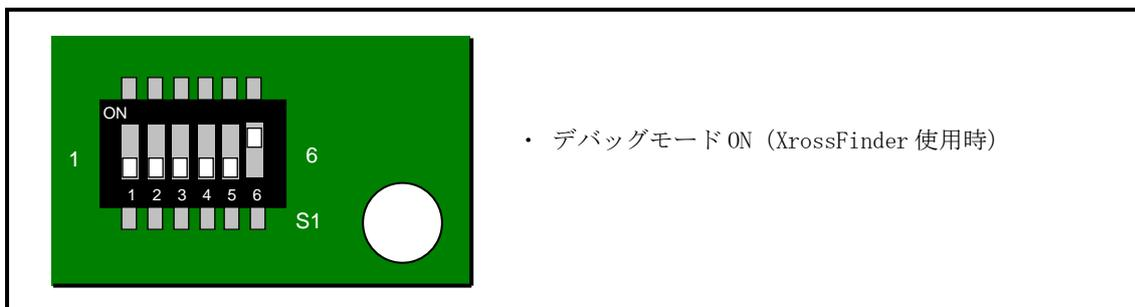

Fig 1.2-1 デバッグモード ON
(2) RAM 上でのデバッグ
- ① AP-SH2F-7A のスイッチを「1.2 動作モード」「Fig1.2-1 デバッグモード ON」に合わせて設定します。
- ② XrossFinder を起動し、¥sample フォルダ直下にある XrossFinder_sh2f_7a_16bit.xfc コマンドファイルを読み込みます。
- ③ ¥Debug_16bit フォルダ内の ap_sh2f_7a.abs を XrossFinder でダウンロードして動作を確認してください。
(3) ROM 上でのデバッグ
- ② XrossFinder を起動し、¥sample フォルダ直下にある XrossFinder_sh2f_7a_8bit.xfc コマンドファイルを読み込みます。
- ③ ¥Debug_8bit フォルダ内の ap_sh2f_7a.abs を XrossFinder でダウンロードして動作を確認してください。